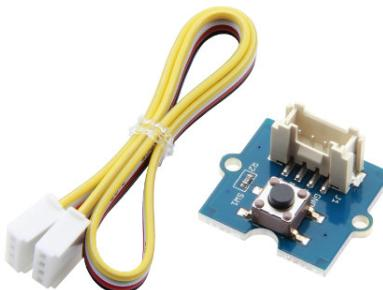

FIGURE 14 – Bouton poussoir Grove, avec son câble
►Q.43: Connecter un bouton poussoir sur l'entrée 34. Pour cela, on utilise un connecteur «GROVE», voir figure 14 page 28, dont les fils sont repérés comme ceci :